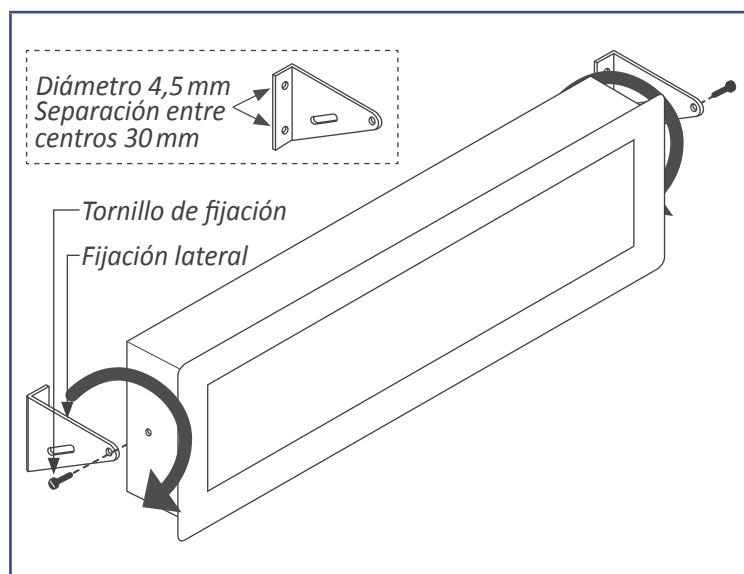

Figura 10 - Montaje contra pared
- Montaje contra pared. Montar las fijaciones laterales contra la pared, orientadas tal y como se indica en la figura (ver Figura 10). Cada fijación dispone de 2 agujeros de diámetro 4,5 mm y separación entre centros de 30 mm. Una vez aseguradas las fijaciones a la pared, colocar el instrumento y apretar los tornillos de fijación de forma suave. Inclinar el instrumento hasta obtener el ángulo de visión deseado y apretar definitivamente los tornillos de fijación.